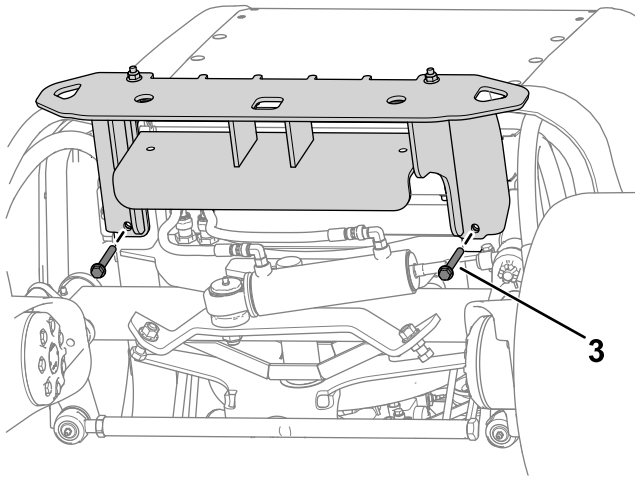

図 13
2. バンパーの上部を機体フレームに仮止めするボルト $\frac{3}{8}$ " x $3\frac{1}{4}$ " 4本とナット $\frac{3}{8}$ " 4個で 図 13 のように取り付ける。
- 3. バンパーを機体フレームの下に仮止めするボルト $\frac{3}{8}$ " x $2\frac{3}{4}$ "2本とナット $\frac{3}{8}$ "2個で図 13のように取り付ける。